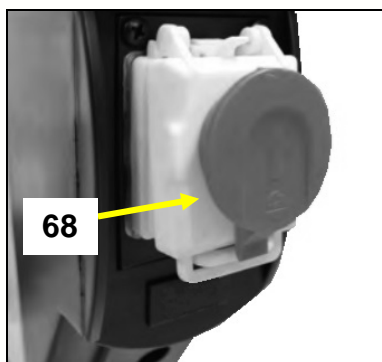

Fig 32
- Déverrouillez puis soulevez le couvercle "arrêt coup de poing" (68) de l'interrupteur (Fig 32).